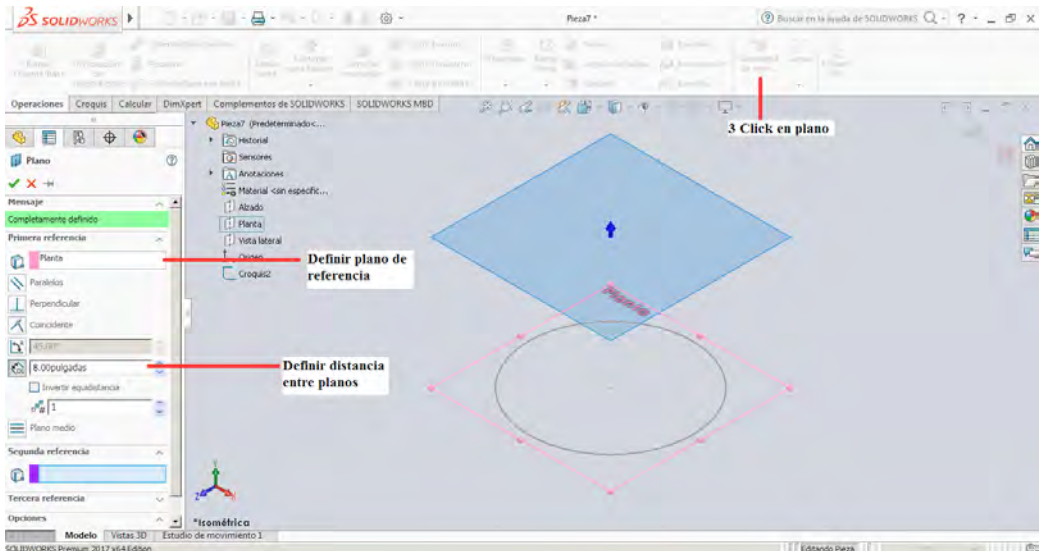

Figura 3-20
3. Definido el croquis anterior se procede en la pestaña de operaciones a seleccionar la herramienta **Geometría de Referencia** en especial la relacionada con **Plano**, esto permitirá crear un nuevo plano de referencia teniendo como punto de partida el plano planta y definiendo ciertas condiciones que se muestran en la figura 3-20